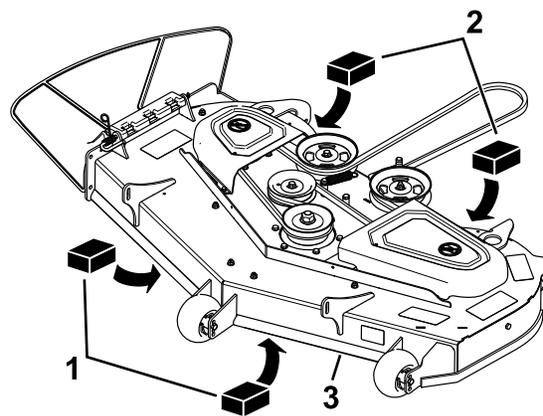

Figura 74
4. Coloque 2 bloques de 6,6 cm de grosor cada uno debajo de cada lado del borde delantero de la carcasa, pero no debajo de los soportes de los rodillos protectores del césped (**Figura 74**).
5. Coloque 2 bloques de 7,3 cm de grosor cada uno debajo del borde trasero del faldón de la carcasa de corte, uno en cada lado de la carcasa de corte (**Figura 74**).